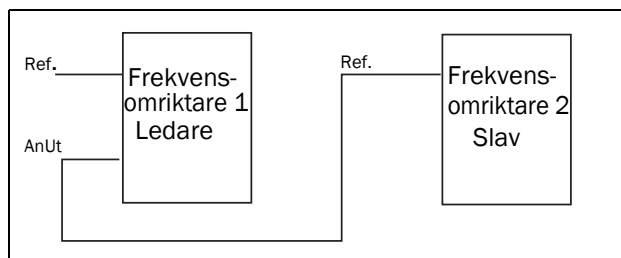

Fig. 141
- referenssignal för nästa frekvensomriktare i master/slav-konfiguration (se fig. 141).